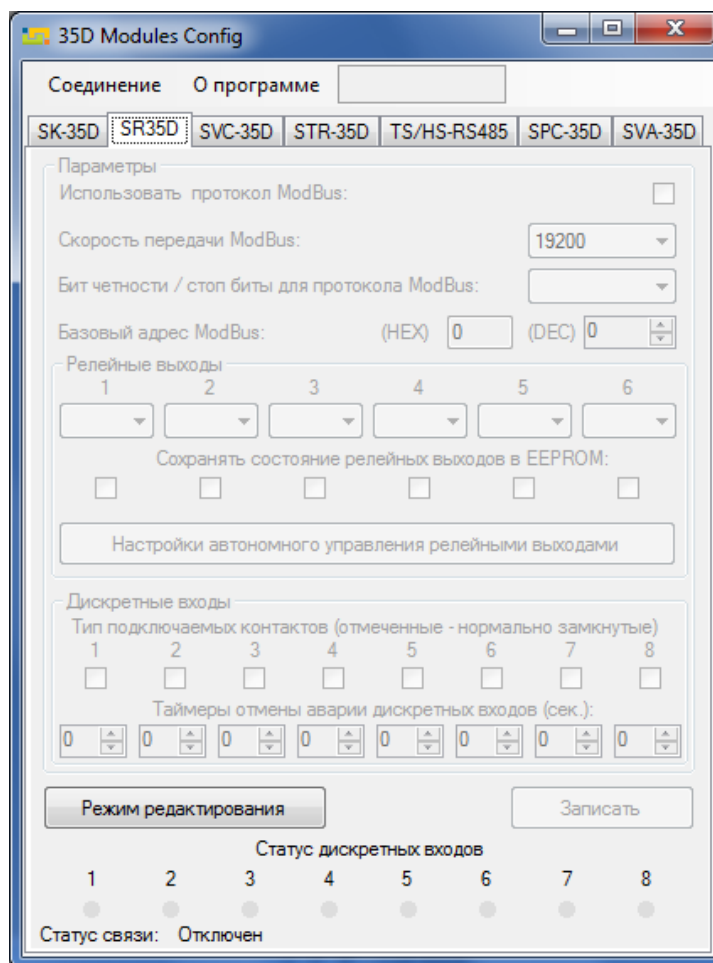

Рисунок 3 – Внешний вид окна ПО 35D_config.exe
- в открывшемся окне (см. рисунок 3) перейдите на вкладку SR-35D;
ВНИМАНИЕ! В течение 3-х секунд после подачи питания на вход, модуль работает по протоколу IM, не зависимо от того, разрешена работа по протоколу ModBus RTU или запрещена (пункт “Использовать протокол ModBus” (см. рисунок 3)).
- нажмите кнопку “**Режим редактирования**” (при этом параметры и настройки модуля станут активными) (см. рисунок 3), после чего нажмите кнопку “**Настройки автономного управления релейными выходами**”;